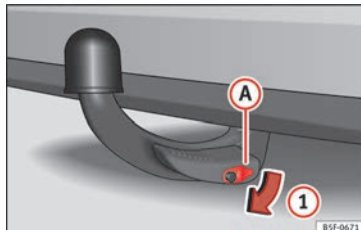

Abb. 233 Schlossabdeckung abnehmen
- Nehmen Sie die Schlossabdeckung **A** in Pfeilrichtung **1** vom Schloss ab » Abb. 233.